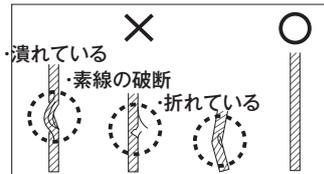

図4
- ワイヤーには折れ・素線の切断・潰れなど異常がないことをご確認の上ご使用ください(図4)。異常があった場合は使用を中止し、新しいワイヤーにお取り替えください。